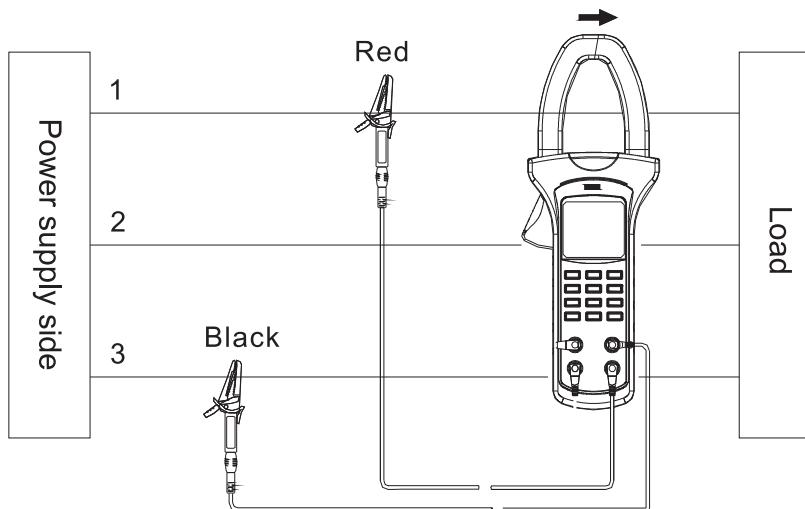

图6 单相两线制功率测量
- 3) 三相四线制，三相三线制或单相两线制接法参照如A108说明书图 4、图5和图6所示。
- 3) 三相四线制, 三相三线制或单相两线制接法参照如A108说明书图5、图6和图7所示。
- 3) 三相四线制，三相三线制或单相两线制接法参照如A108说明书图4、图5和图6所示。
单相两线测量时（如图6）选择三个相位所对应的V1, V2, V3 端之一和COM端两根测试笔分别接到被测线路的火线和零线上
3) 三相四线制，三相三线制或单相两线制接法参照如A108说明书图4、图5和图6所示。